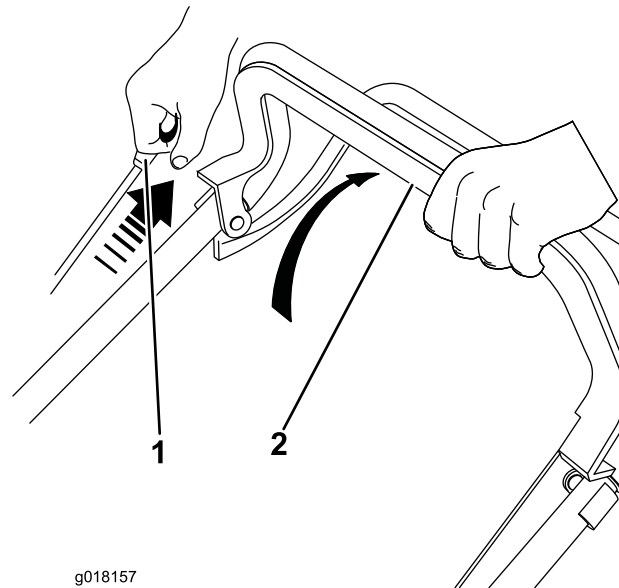

Figura 12
- Tenete la barra di comando della lama premuta contro la stegola (Figura 12).
- Tirate l'avvitatore autoavvolgente (Figura 12)